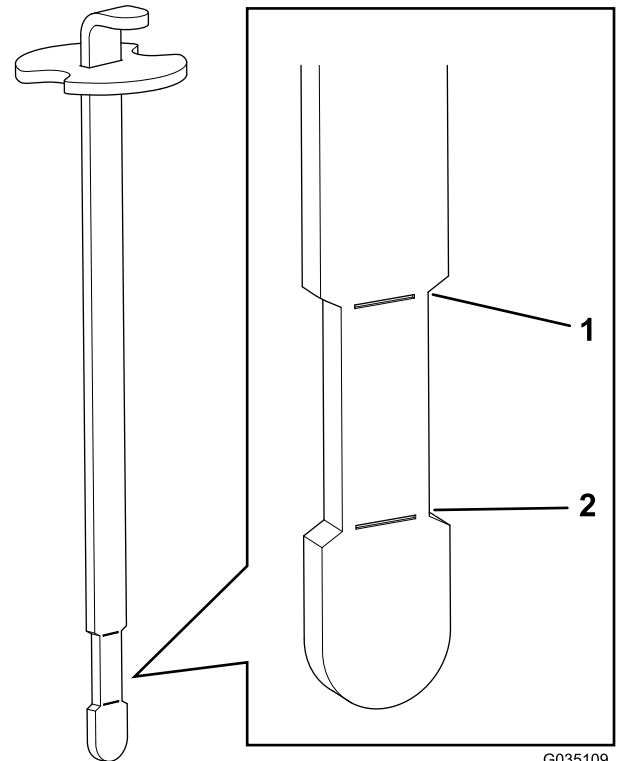

図 40
6. もう一度首に差し込んで引き抜き、オイルの量を点検する 図 40。